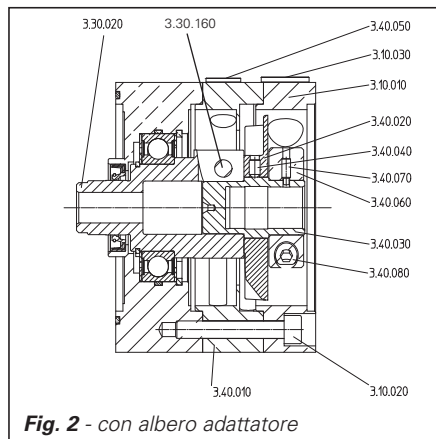

Fig. 2: - con albero adattatore
2.2 Montaggio ventola per riduttore con albero adattatore (fig. 2)